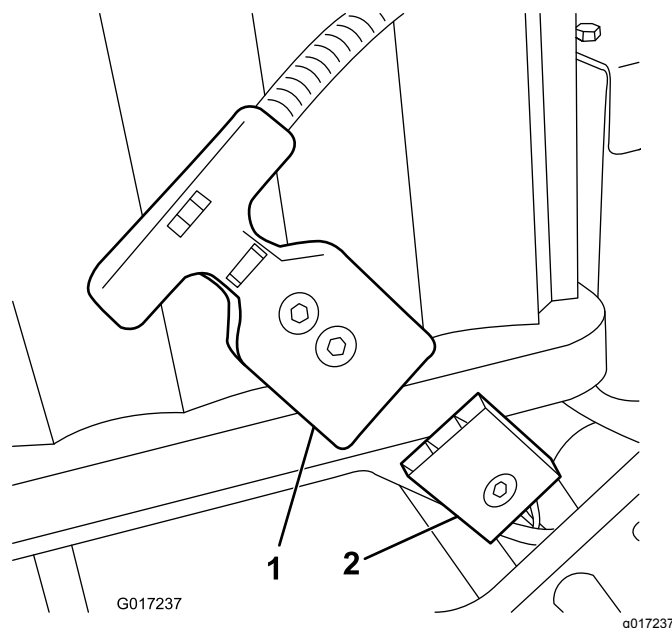

Figura 16
Nota: Se não conseguir encostar a tomada da bateria à ficha da cablagem da máquina com a bateria instalada, pode, em vez disso, ligar a cablagem à bateria e, em seguida, instalar a bateria. Retire o conector da alimentação principal (Figura 16) da base da bateria. Instale o conector na bateria conforme descrito. Instale a bateria na base, encaminhando a cablagem conectada através do orifício adequado e, em seguida, fixe o conector da alimentação principal na base da bateria com os dispositivos de fixação previamente retirados.
16. Ligue o conector de pega em T da cablagem principal ao conector da alimentação principal na base da bateria (Figura 16).